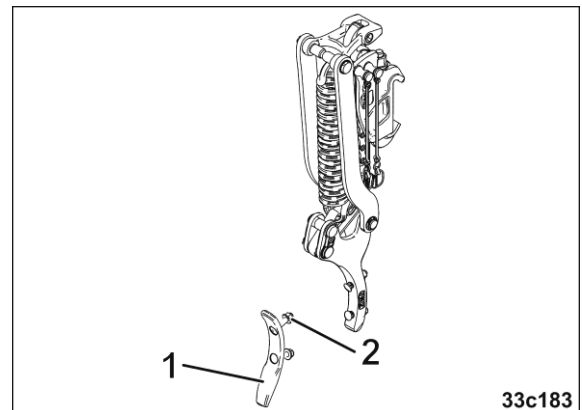

Fig. 166
1. Løsne mutrene (Fig. 166/2).
2. Skift ut sporløser-labbspissene (Fig. 166/1)
3. Trekk til mutterne (Fig. 166/1)